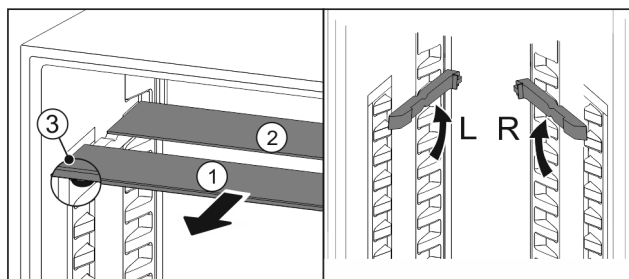

Fig. 35
- ▶ Steklene plošče posamično izvlecite Fig. 35 (1) naprej.
- ▷ Steklena plošča Fig. 35 (1) z okrasno letvijo je spredaj.
- ▷ Zaustavljalniki Fig. 35 (3) so obrnjeni navzdol.